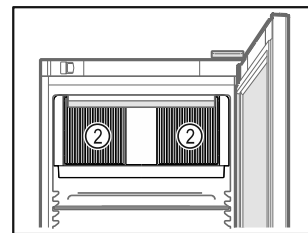

Fig. 62
- Oslobodite ventilacijske proražke Fig. 62 (2) za ventilator optoćnog zraka u unutrašnjosti.